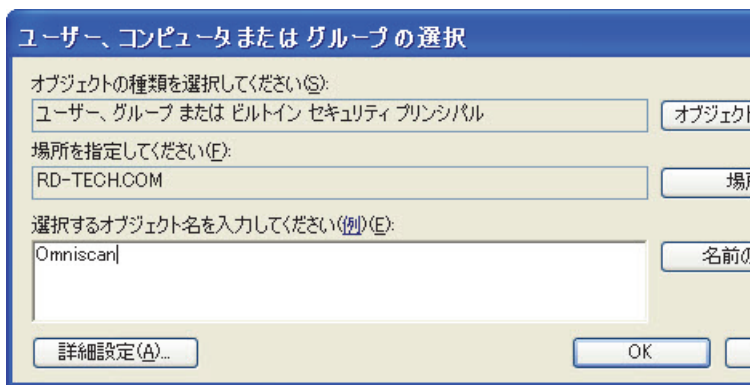

図 7-16 グループ名またはユーザー名の選択ダイアログボックス (Windows XP)
8. **ユーザー、コンピューター、サービスアカウントまたはグループの選択** ダイアログボックスで、**場所**ボタンをクリックします (227 ページの図 7-16 参照)。
10. **ユーザーまたはグループの選択**ダイアログボックスに戻り、**選択するオブジェクト名を入力**テキストボックスに Omniscan と入力し (227 ページの図 7-16 参照)、OK をクリックします。
13. **ユーザー、コンピューター、サービスアカウントまたはグループの選択** ダイアログボックスで、**場所**ボタンをクリックします (227 ページの図 7-16 参照)。
15. **ユーザーまたはグループの選択**ダイアログボックスに戻り、**選択するオブジェクト名を入力**テキストボックスに OmniScan と入力し (227 ページの図 7-16 参照)、OK をクリックします。